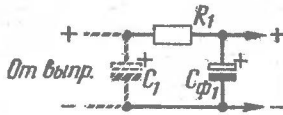

Рис. 1
I. Г-образный реостатно-емкостный фильтр (рис. 1).